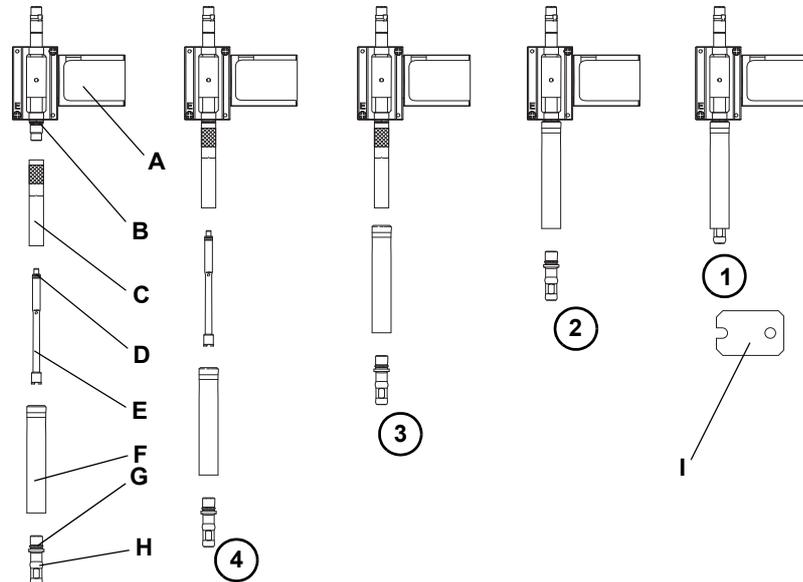

Fig. 7-11 Retrait/installation du mécanisme de prélèvement des embouts jetables Air LiHa
- 2 Maintenez le tube éjecteur d'embout et l'adaptateur d'embout tout en dévissant le cône pour DiTi à l'aide de la clé à cône pour DiTi fournie (étapes (1) et (2) sur la Fig. 7-11, p. 7-39).
- 4 Retirer le tube éjecteur d'embout (étape (3) sur la Fig. 7-11, p. 7-39).
- 5 Dévisser et retirer le cylindre adaptateur et le tuyau d'air (étape (4) sur la Fig. 7-11, p. 7-39).